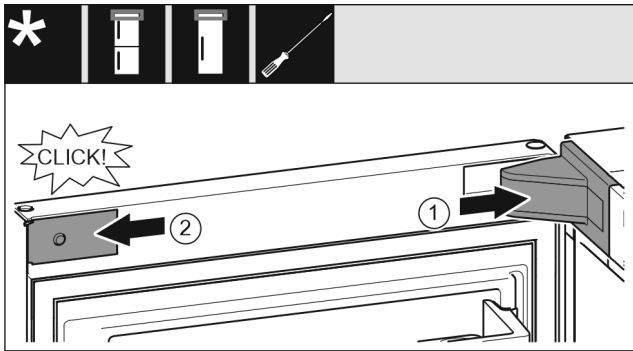

Fig. 20
- ▶ Nasadte a zaklapněte kryt stojanu ložiska, příp. opatrně odtláče od sebe. Fig. 20 (1)
- ▶ Z boku nasadte zásepku a zaklapněte. Fig. 20 (2)